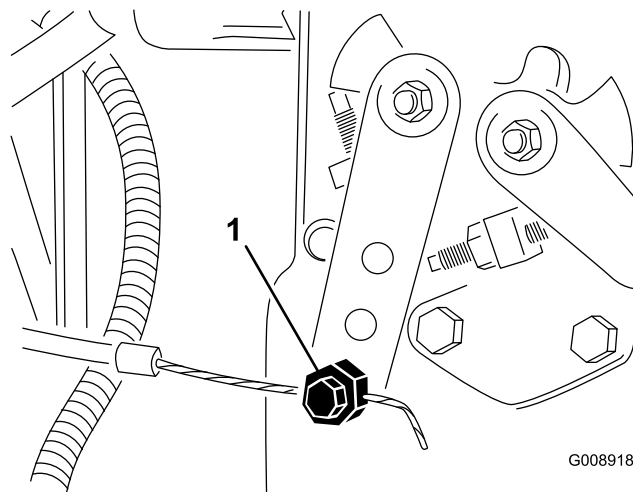

Figura 55
2. Afloje el conector del cable del acelerador en la palanca de la bomba de inyección (Figura 55).